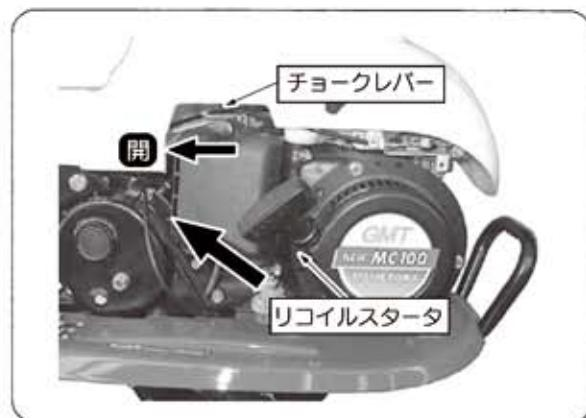

図9
⑥ リコイルスタータ
- ・スタートアーグリップを握り圧縮位置まで軽く引き、この位置から勢い良く引つ張ります。(図9)